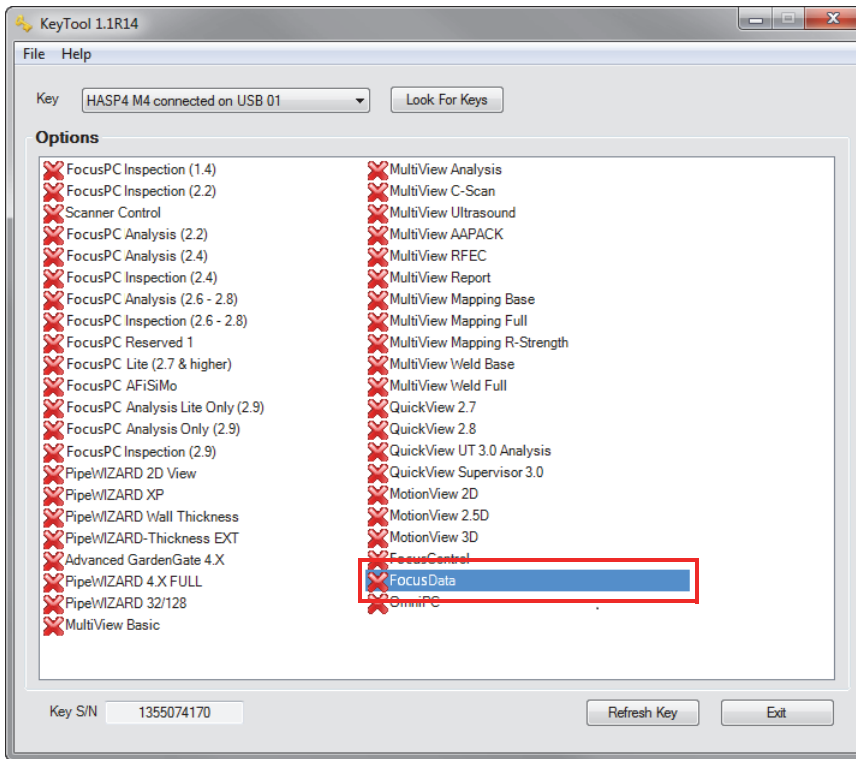

Abbildung 5-4 Dialogfeld KeyTool mit der Lizenz von FocusData
2. Vergewissern Sie sich, dass der HASP-Schlüssel mit der Lizenz von FocusData richtig in Ihrem Computer steckt. In der Windows-Taskleiste, klicken Sie auf **Start All Programs, Evident NDT** und dann auf **Keytool [Version Number]** (siehe Abbildung 5-4 auf Seite 40).